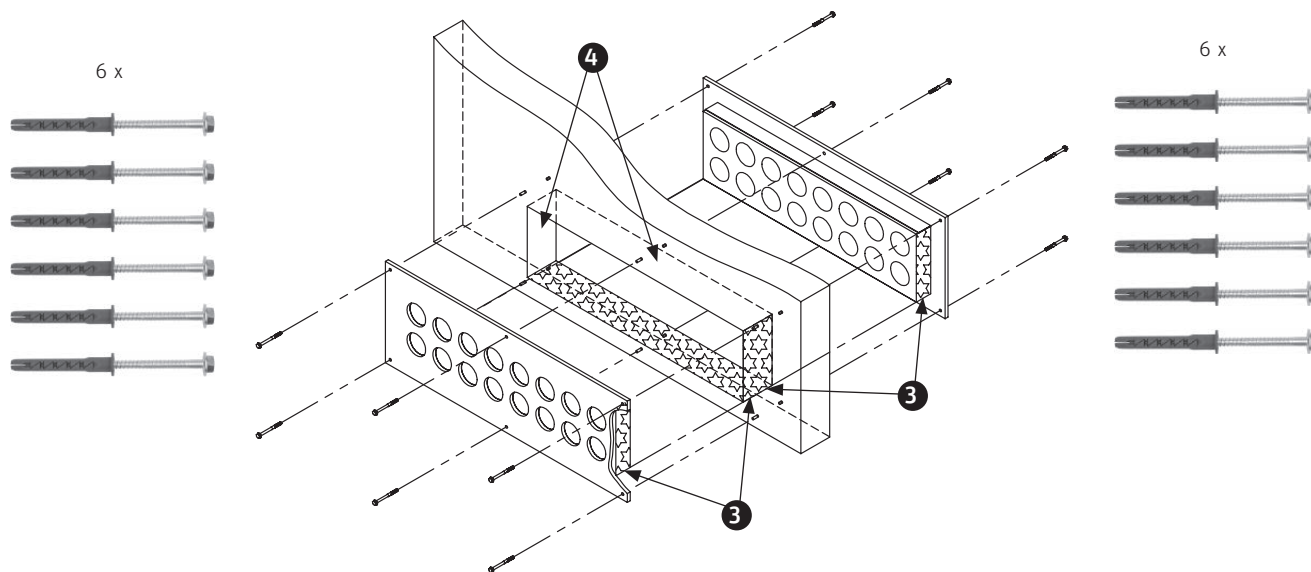

Fig. 38 Paratia antifiamma nella canalizzazione a muro
- ▶ Spingere entrambe le paratie antifiamma nella canalizzazione a muro – Fig. 38.
**IMPORTANTE:** I lati senza nastro di protezione antincendio devono essere a contatto con l'intradosso dell'apertura a parete; pertanto, spingere completamente le paratie antifiamma nell'angolo **3**. Il nastro di protezione antincendio viene quindi posizionato nella restante fessura contrapposta **4** – Fig. 38.
- ▶ Praticare i fori di fissaggio Ø8 mm (tassello F8) per la paratia antifiamma (utilizzare la paratia antifiamma come calibro di perforazione) – Fig. 38.
- ▶ Avvitare entrambe le paratie antifiamma con le viti a testa esagonale in dotazione con rondella pressata e tassello W-UR 8 – Fig. 38.